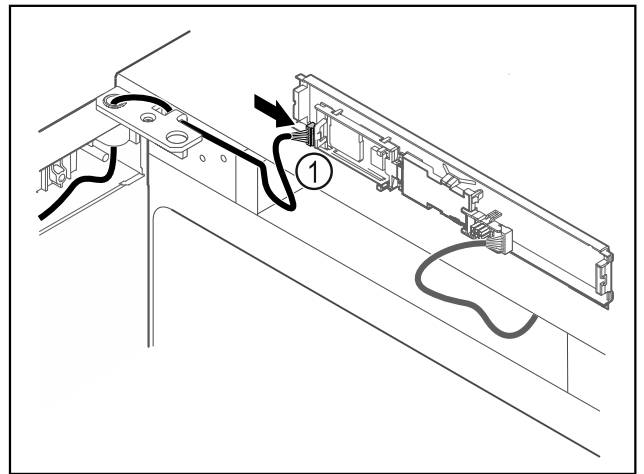

Fig. 63
- ▶ Sett pluggen Fig. 63 (1) inn i kretskortet.